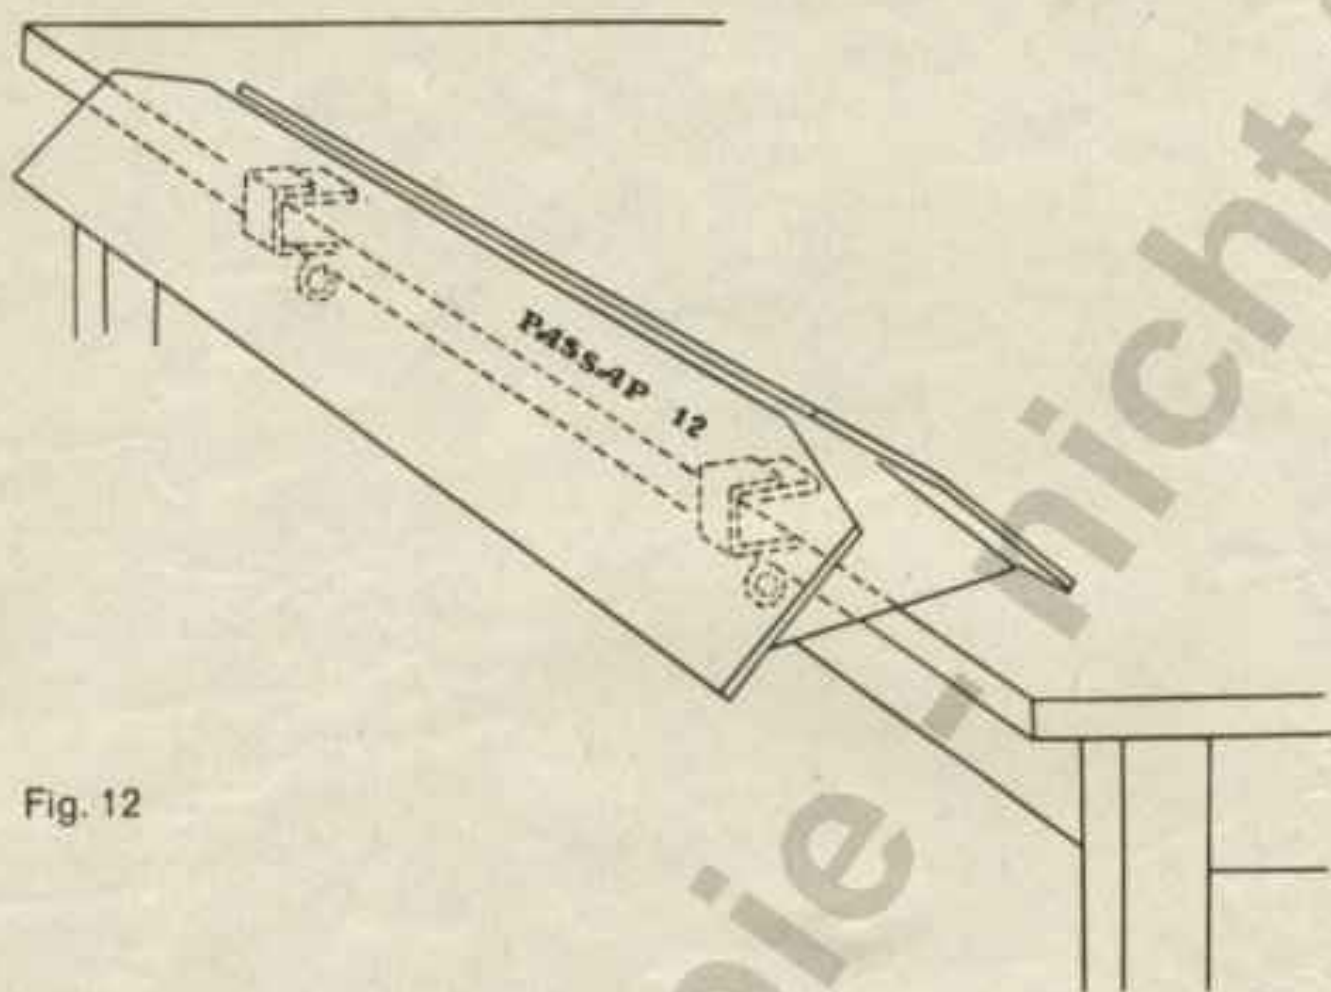

Fig. 12
**Apparatekörper am Tisch befestigen:** Name PASSAP 12 nach vorn, hinteres Bett bei den Auflageplatten (unten) am Tischrand mit den Zwingen anschrauben, Fig. 12.